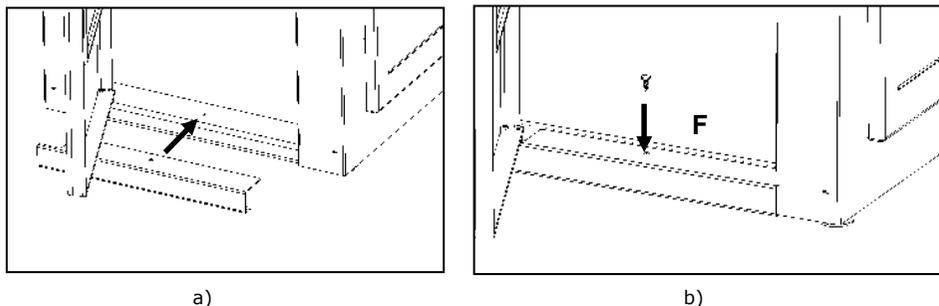

Figura 67 – Che fissa il colpo di finitura inferiore
t) Quindi fissare l'apparecchiatura inferiore girato come mostrato in figura 67, aprendo la porta e montare il pezzo di fondo colpisce la base dell'apparecchiatura facendo corrispondere il pezzo punzone alla macchina e poi fissato con un bullone F (DIN 7981 4,2x13).